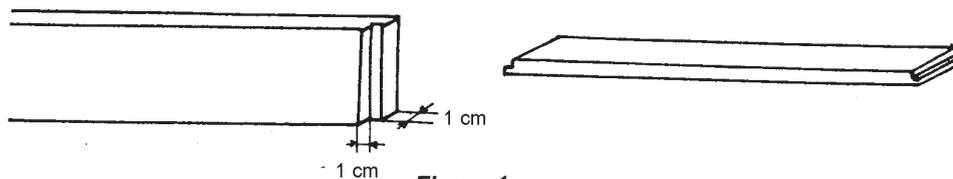

Figura 1
- Haz un corte en ambos extremos de las cuatro tiras de madera (A, B, C y D) a una profundidad de 1 cm (figura 1).